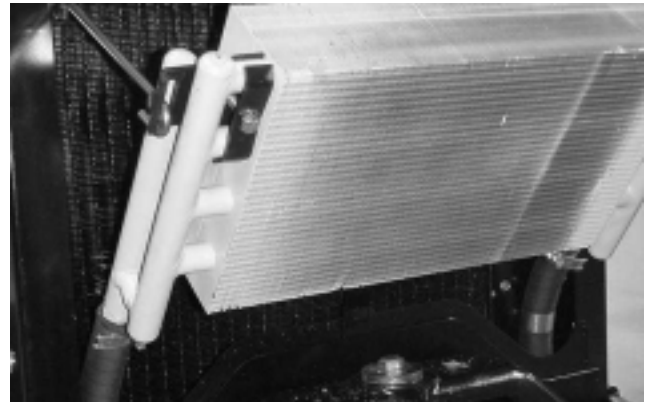

Bild 48
3. Entriegeln Sie den Ölkühler und schwenken ihn nach hinten (Bild 48). Reinigen Sie beide Seiten des Ölkühlers und des Motorkühlers gründlich mit Wasser oder mit Druckluft. Schwenken Sie den Ölkühler in seine ursprüngliche Position zurück.